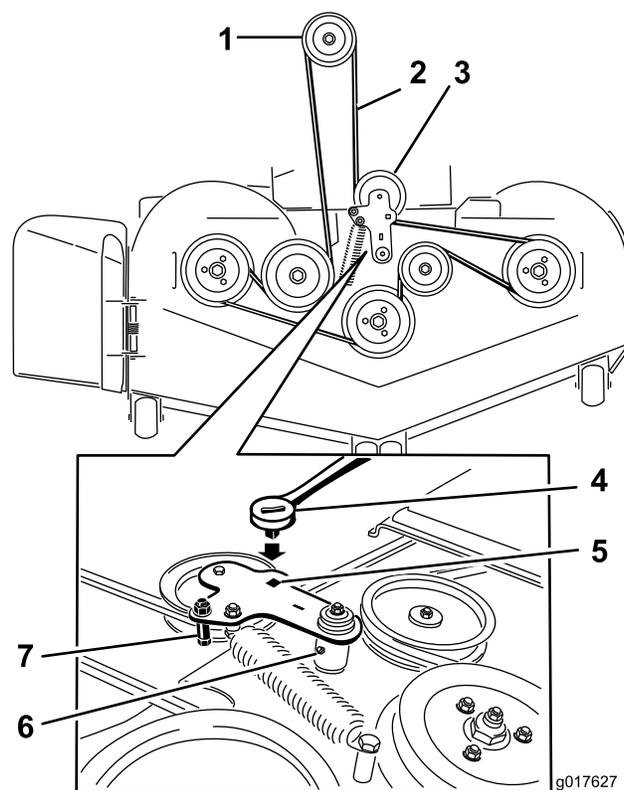

Figure 82
5. Insérez un rochet dans le trou carré du bras de tension pour détendre le ressort de la poulie de tension (Figure 82).
7. Enlevez le guide-courroie situé sur le bras de la poulie de tension rappelé par ressort (Figure 82).
9. Acheminez la courroie neuve autour des poulies du tablier de coupe et de la poulie d'embrayage, sous le moteur (Figure 82).
10. Montez le guide-courroie sur le bras de la poulie tension (Figure 82).
11. Insérez le rochet dans le trou carré et montez le ressort de la poulie de tension (Figure 82).